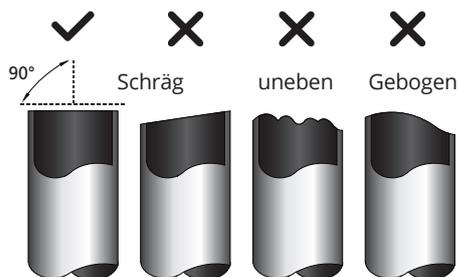

Abb. 7.1
1. Achten Sie darauf, dass Sie das Rohr in einem exakten Winkel von 90° schneiden. In Abbildung 7.1 finden Sie Beispiele für Schneidetechniken.